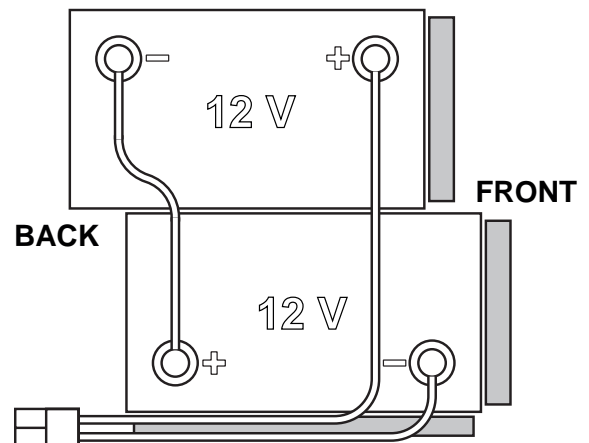

Рис. 1
Для машины необходимы 2 аккумулятора 12 В., подключенные согласно схеме, указанной на рис. 1.
1. Вытащите ключ оператора (41).
2. Отсоедините соединитель аккумуляторной батареи (9).
3. Поднимите крышку (34) и проверьте, что бак (33) пуст, иначе опорожните его с помощью сливного шланга (12).
4. Закройте крышку (19).
5. Возьмитесь за ручку (16) и осторожно поднимите бачок (33).
7. Подведите и установите кабель как показано на рис. 1, а затем затяните фиксирующие гайки на клеммах.
8. Установите защитный колпачок на каждую клемму и подсоедините коннектор аккумулятора (9).
9. Возьмитесь за ручку (16) и осторожно опустите бачок (33).